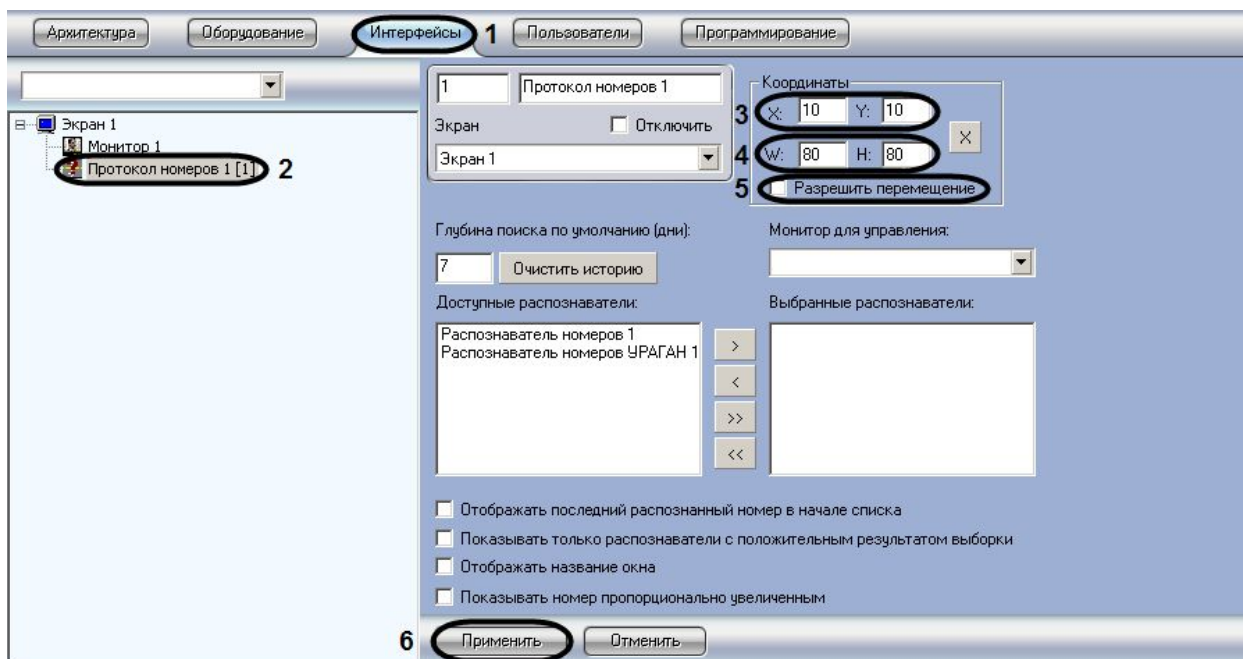

Рис. 7.7.2-1 Настройка размещения диалогового окна «Протокол номеров» первым способом
4. По умолчанию диалоговое окно «Протокол номеров» занимает 80 % от общего пространства экрана. Для изменения размера диалогового окна необходимо задать его ширину в поле «W» и высоту в поле «H» (см. Рис. 7.7.2-1, 4). Значение полей «W» и «H» выражаются в процентном соотношении относительно размеров экрана по горизонтали и вертикали соответственно.
5. По умолчанию диалоговое окно «Протокол номеров» нельзя свободно перемещать по экрану. В том случае, если требуется разрешить перемещение диалогового окна, необходимо активировать флажок «Разрешить перемещение» (см. Рис. 7.7.2-1, 5).
6. Нажать кнопку «Применить» (см. Рис. 7.7.2-1, 6).